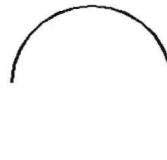

图 4-4-6
(1) 在状态栏中单击“正交”按钮，单击“常用”选项卡，在“绘图”面板中单击“多段线”按钮，单击一点，向上移动鼠标，输入长度“20”，输入“a”，按 Enter 键，由绘制直线改为绘制圆弧，向左移动鼠标，输入“40”，两次按 Enter 键，创建的多段线如图 4-4-6 所示。